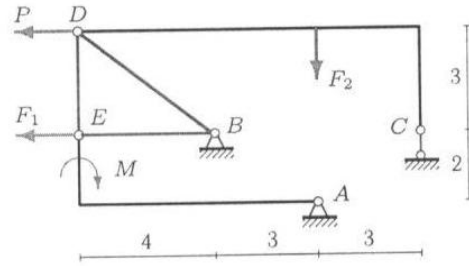

Рис. 2
**Задача 2.** На конструкцию, состоящую из трех шарнирно соединенных частей, действуют силы  $F_1 = F_2 = 10$  кН,  $P = 4$  кН и момент  $M = 2$  кНм. Конструкция опирается на неподвижные шарниры в точках  $A$  и  $B$  и вертикальный стержень в  $C$  (рис. 2). Найти реакции опор.